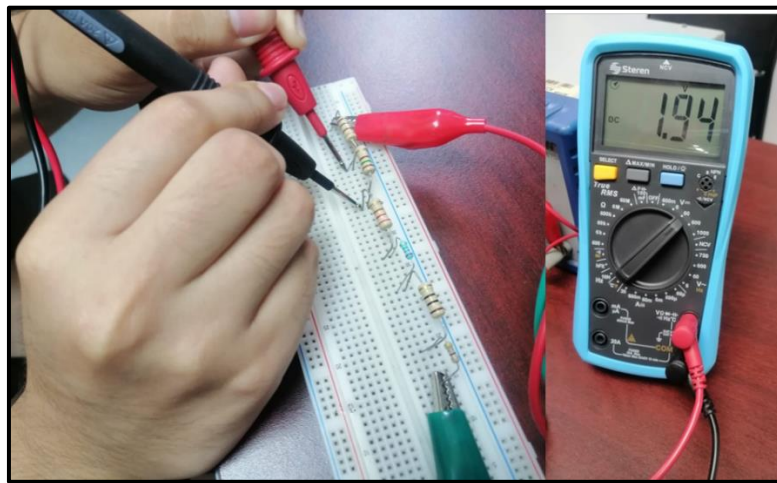
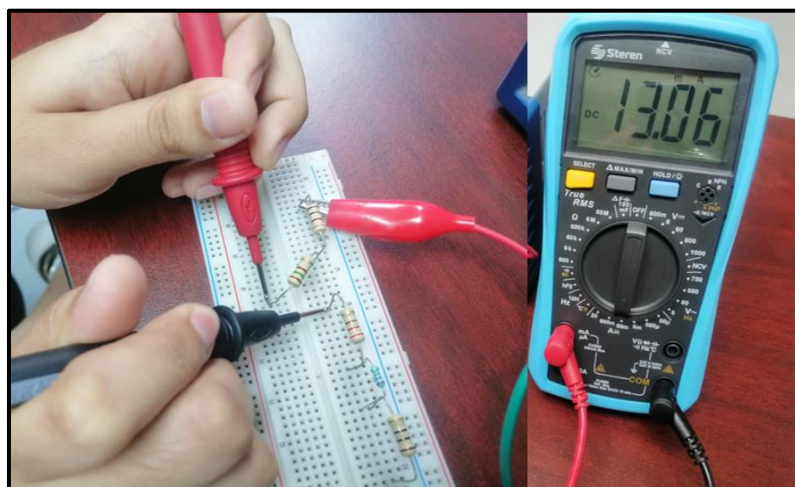

Figura 3.11. Medición de voltaje en la resistencia de 150Ω .
Figura 3.12. Medición de corriente en la resistencia de 150Ω .
1.3 Procede a medir el voltaje y corriente en cada elemento del circuito y compara los resultados obtenidos de manera teórica con los obtenidos con el instrumento. En la *figura 3.11* se observa la manera correcta de medir voltaje y en la *figura 3.12* como medir corriente, ambas realizadas en la resistencia de 150Ω .